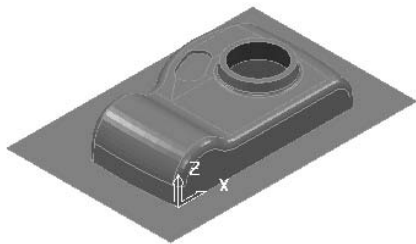

图 2-79 打开范例文件
2) 选择下拉菜单中的“文件”→“范例”命令，弹出“打开范例”对话框，选择“camera.ttr”（“随书光盘：\第 2 章\exercise10\uncompleted\camera.ttr”）文件，单击“打开”按钮即可，如图 2-79 所示。